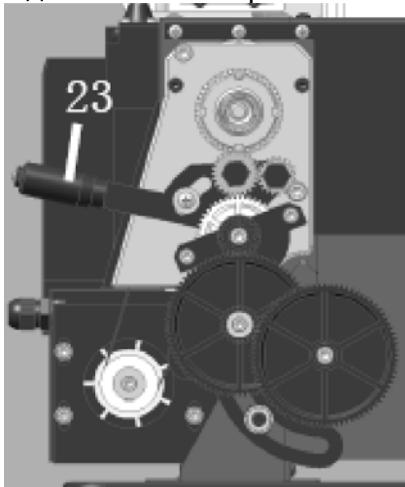

Рис.2
Зубчатый механизм, показанный на Рис. 2, передаёт вращение винту подачи. Винт подачи работает, как червяк, и во время эксплуатации рукоятки автоподачи (12), которая крепится гайкой к винту подачи, передаёт вращение суппорту, а затем режущему инструменту. Таким образом, подача передаётся для нарезания резьбы и обточки. Частота вращения винта подачи и скорость режущего инструмента определяется конфигурацией коробки